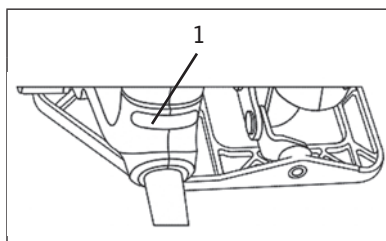

FIG. 8
L'indicateur de fil sous tension (1) s'allume lorsque la fiche est insérée dans une prise de courant « sous tension » de 110 V (fig. 8). Si l'indicateur de fil sous tension ne s'allume pas, cela indique que la fiche n'est pas insérée dans une prise « sous tension ».